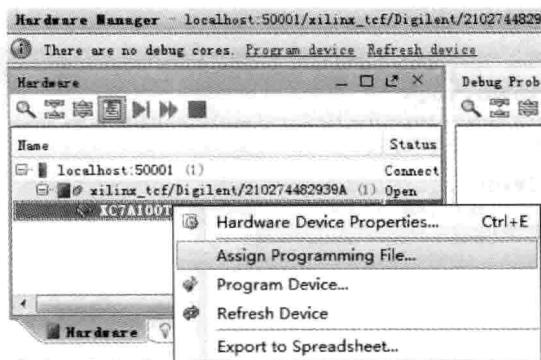

图 2.62 选择分配可编程文件选项
(11) 单击 Next 按钮。
(12) 出现 Open New Hardware Target(打开新硬件目标)-Open Hardware Target Summary(打开硬件目标总结)对话框界面。
(13) 单击 Finish 按钮。
(14) 出现如图 2.62 所示的 Hardware Session(硬件会话)对话框界面。在该界面中,选中 XC7A100T 器件,单击右键,出现浮动菜单,选择 Assign Programming File…(分配编程文件)选项。